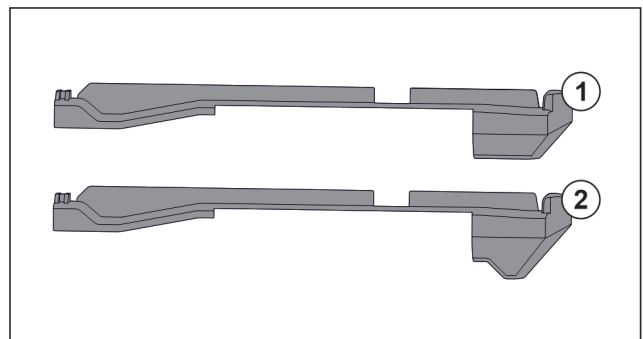

Fig. 121 Vergleich der Aufsteckteile
Im Gerät befinden sich zwei unterschiedliche Aufsteckteile. Das Aufsteckteil über dem untersten Schubfach Fig. 121 (2) hat eine dreieckige Kante. Alle anderen Aufsteckteile Fig. 121 (1) haben eine gerade Kante.
- ▶ Aufsteckteil Fig. 121 (2) mit der dreieckigen Kante über dem untersten Schubfach anbringen.
- ▶ Aufsteckteil Fig. 121 (1) mit der geraden Kante an allen anderen Stellen anbringen.